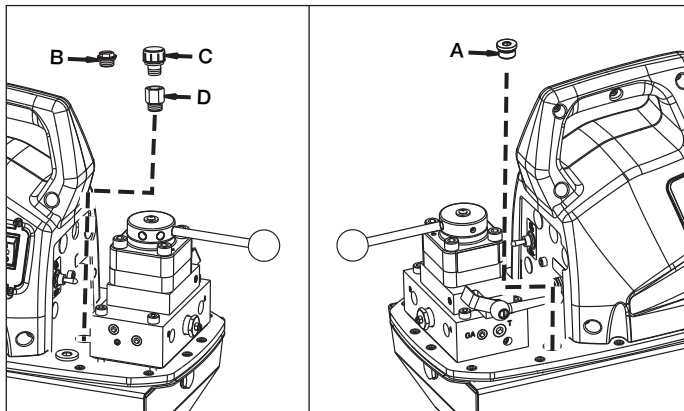
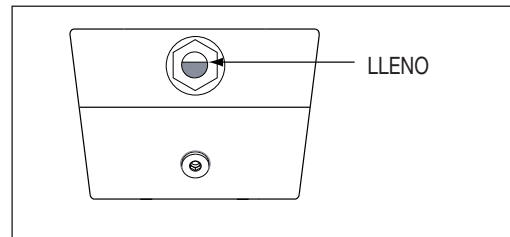

Figura 2, Respiradero y tapón de llenado de aceite del depósito
Figura 3, Mirilla
7.1 Tapón de llenado de aceite y respiradero del depósito (Véase la Figura 2)
Compruebe el nivel de aceite de la bomba antes de arrancarla. Si el nivel de aceite es bajo, quite el tapón de llenado de aceite de la cubierta (véase la Figura 2) y añada aceite según sea necesario. El depósito está lleno si el nivel de aceite llega hasta la mitad de la mirilla de aceite, tal como se muestra en la Figura 3.